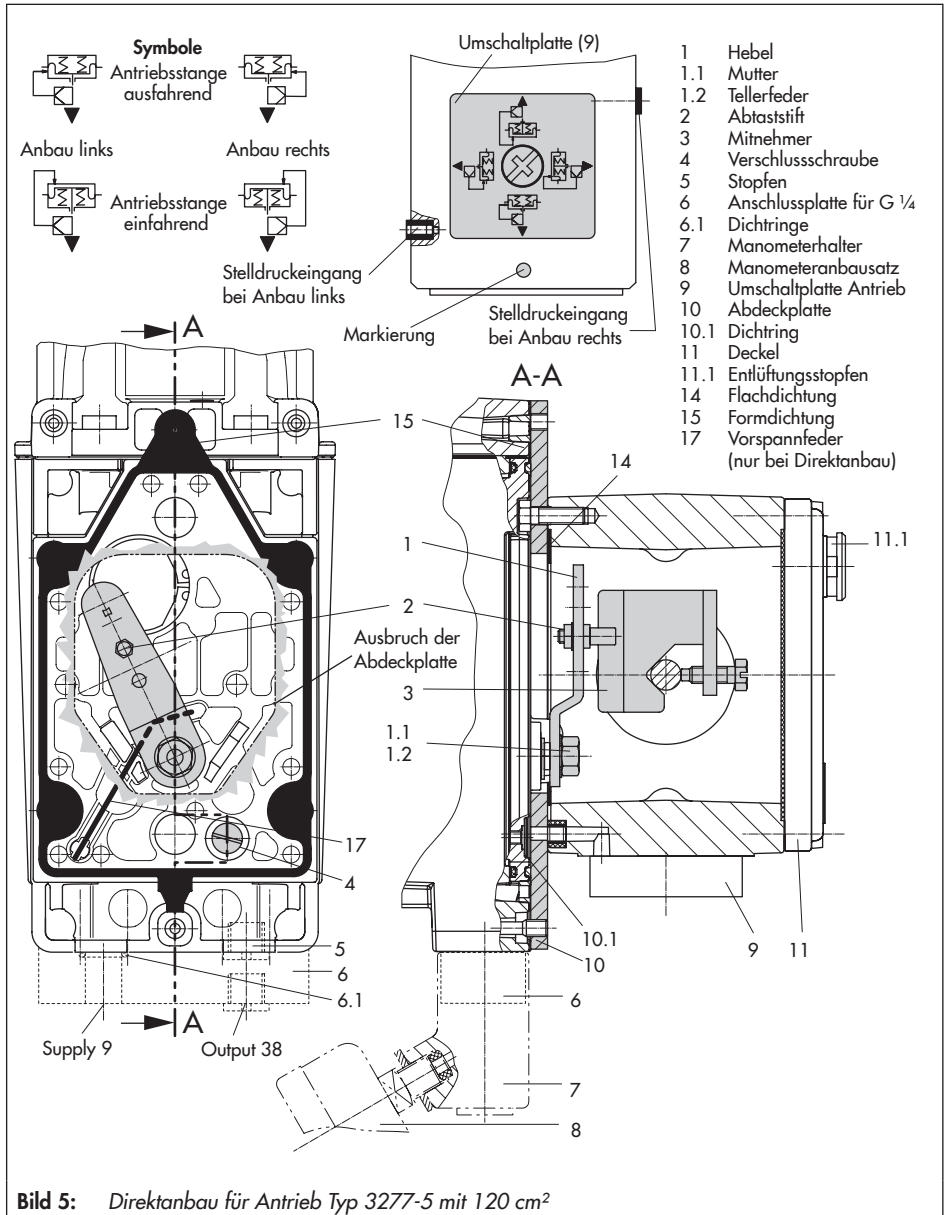

Bild 5: Direktanbau für Antrieb Typ 3277-5 mit 120 cm²
1. Symbol nach erforderlicher Sicherheitsstellung und Anbausituation nach Bild 5 „Symbole“ bestimmen:
4. Verschlusschraube (4) auf der Stellungsreglerrückseite entfernen und den Stelldruckausgang „Output 38“ am Stellungsregler (bzw. am Manometerhalter (7) oder der Anschlussplatte (6)) mit dem Stopfen (5) aus den Anbauteilen verschließen.
5. Mitnehmer (3) an die Antriebsstange setzen, ausrichten und so festschrauben, dass die Befestigungsschraube in der Nut der Antriebsstange sitzt.
6. Abdeckplatte (10) mit schmaler Seite des Ausbruches (Bild 5 links) in Richtung zum Stelldruckanschluss befestigen, die aufgeklebte Flachdichtung (14) muss zum Antriebsjoch zeigen.
7. **Hub 15 mm:** Am Hebel M (1) auf der Stellungsreglerrückseite verbleibt der Abtaststift (2) auf Stiftposition 35 (Lieferzustand).